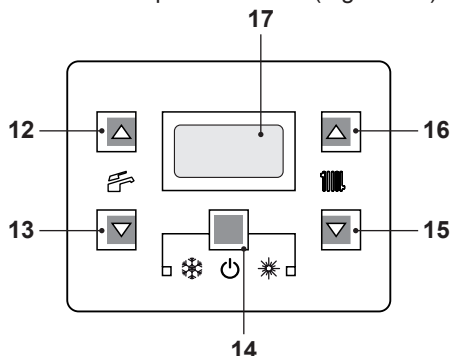
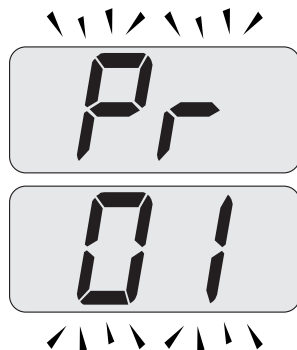

Figura 7.2
Figura 7.3
- Entrare in "modalità programmazione" premendo contemporaneamente per 10 secondi i tasti 14 - 15 - 16 (Figura 7.2) fino a far apparire sul display LCD le lettere **Pr** che si alternano con il codice **01**, indicanti l'entrata nel "parametro 01" (Figura 7.3).
- Premere contemporaneamente i tasti 15 e 16 (Figura 7.2) fino a far apparire sul display LCD le lettere **LP** che si alternano con il valore di temperatura dell'acqua di riscaldamento (es. **45**), indicanti l'entrata nell'attivazione della "funzione spazzacamino" alla potenza minima (Figura 7.4).
- Premere il tasto 15 (Figura 7.2) fino a far apparire sul display LCD le lettere **LP** che si alternano con il valore di temperatura dell'acqua di riscaldamento (es.**60**), indicanti l'entrata nell'attivazione della "funzione spazzacamino" alla potenza minima in sanitario (Figura 7.7).
- Spegnerne la caldaia tenendo premuto per 2 secondi il tasto 14 (Figura 7.2) fino a far apparire sul display LCD il simbolo **— —** (Figura 7.8).